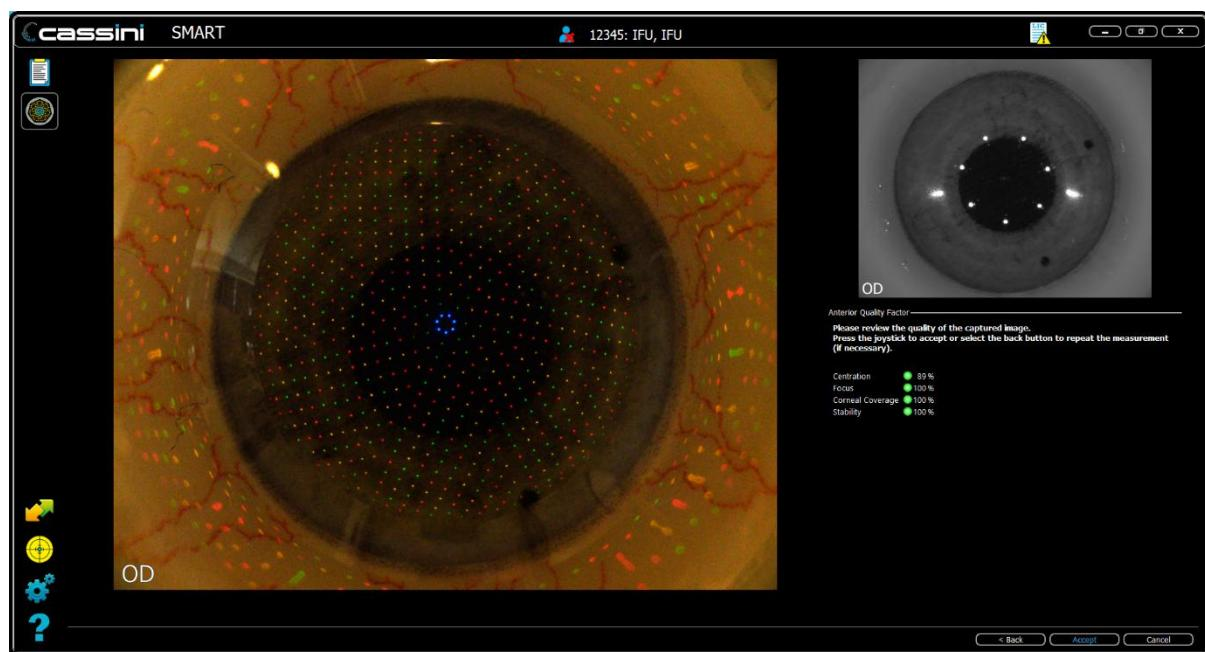

Figura 41: Captura com indicador dos Quality Factors
5. Após o disparo, a imagem capturada é mostrada juntamente com indicador inicial dos Quality Factors (Figura 41)